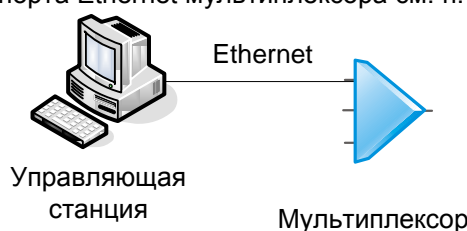

Рис. 13. Пример подключения управляющей станции к мультиплексору
8. подключите управляющий терминал к любому из портов Ethernet мультиплексора согласно Рис. 13. Параметры порта Ethernet мультиплексора см. п. 8.3;